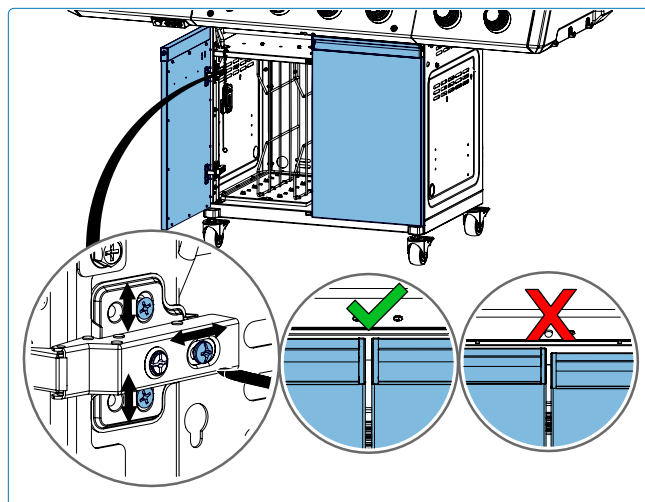

Fig. 21
4. Ajuste los tornillos de las bisagras para alinear las puertas del gabinete de modo que queden niveladas entre sí (**Fig.21**).